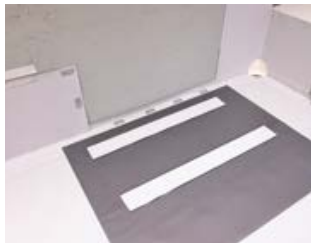

Рисунок 5.13. Выполнение примыкания к парапету с применением полимерной мембраны, армированной полиэстеровой сеткой с устройством «скрытого кармана»
**5.5.6.** Примыкание полимерной мембраны к парапету рекомендуется выполнять с устройством «скрытого кармана». При этом, необходимо использовать полимерную мембрану, армированную полиэстеровой сеткой, например, LOGICROOF V-RP (рис. 5.13). Подробнее, выполнение примыкания полимерной мембраны к парапету рассмотрено в разделе 5.6.